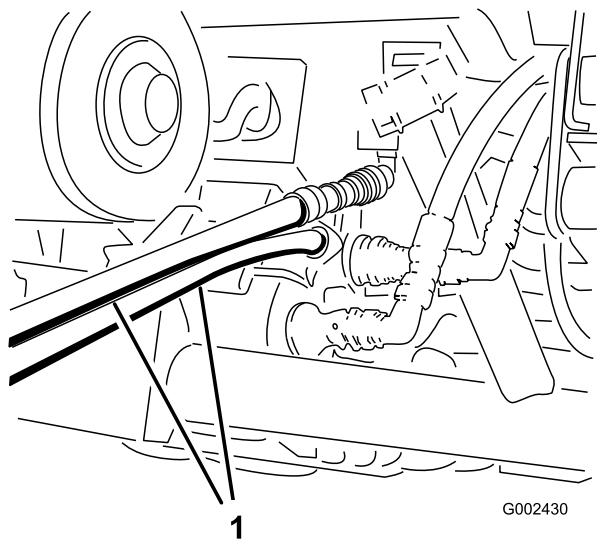

Рисунок 86
4. На помогающем автомобиле подсоедините 2 шланга к муфтам, находящимся в кронштейнах (верхний шланг подсоедините к верхней муфте, а нижний шланг — к нижней муфте), как показано на Рисунок 86.